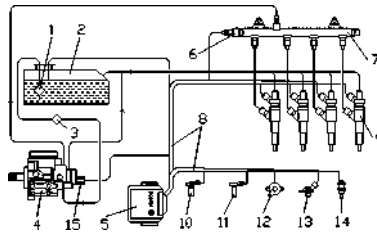

Рис. 5.1. Схема топливной системы:
На автобусе применяется аккумуляторная топливная система Common Rail (CR) производства Bosch. Схема топливной системы CR показана на рис. 5.1.